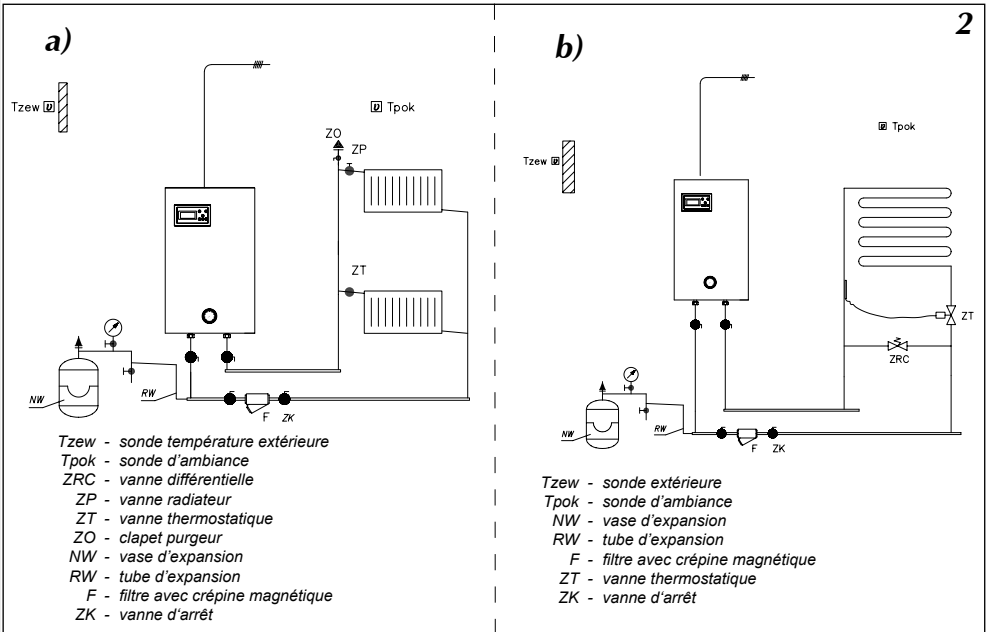

Figure 2 Exemple d'une installation du chauffage central
2. Relier la chaudière à un système de chauffage central équipé des vannes d'arrêt (fig. 2 et 3).